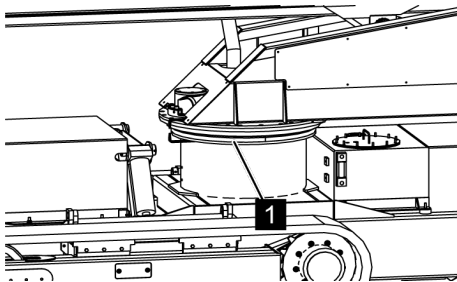

Fig. 156: Graisser la couronne d'orientation
2. ➤ *Injecter avec la pompe à graisse sur les graisseurs (Voir la Fig. 156/1) de la couronne d'orientation, de la graisse haute performance (N° de réf. 3917/0130).*